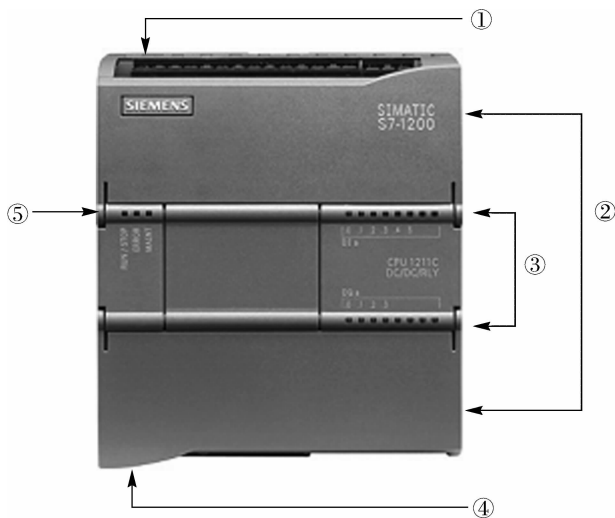

图 1-4 S7-1200 PLC
S7-1200 PLC(见图 1-4)是西门子公司推出的应用较为广泛的产品,其特点是应用方法多样,功能强大,既能满足简单的电气控制需要,又能应用于复杂的自动化控制设备。西门子公司经过多年的改进和积累,在原有 PLC 设备的基础上,使这款 PLC 在用户操作和应用方面有了很大的提高,具有结构简洁、占用空间小、散热方便、布局灵活等特点。在应用上,这款 PLC 可以根据用户的不同需要采用“积木式”的方式选择不同的外接模块,大大拓展了其应用领域,增强了使用的灵活性。
(1)电源部分。如图 1-4 中①所示,电源部分的主要作用是为 PLC 的运行提供电力,其中标有 L1 的导线为相线(火线),标有 N 的导线为中性线(零线),为防止干扰等因素还设有接地线。所接电源的波动应尽量小,防止对 PLC 及外接设备产生电磁冲击和扰动。
(2)可拆卸用户接线连接器。如图 1-4 中②所示,可拆卸用户接线连接器的主要作用是连接用户电缆,以方便用户对 PLC 进行编程、数据写入、数据读出、运行监控。接线前应打开保护盖连接用户电缆,使用时应接线牢固,尽量不要频繁弯折数据线,防止出现断线现象。
(3)PLC 输入/输出(I/O)状态显示灯。如图 1-4 中③所示,PLC 输入/输出状态显示灯的主要作用是显示 PLC 输入口和输出口的运行状态,可以根据其 LED(发光二极管)的亮灭情况判断程序是否符合控制要求,在 PLC 维修和调试过程中也可以方便地判别外围元件的连接和 PLC 的工作是否正常。
(4)PROFINET 连接器。如图 1-4 中④所示,PROFINET 连接器的主要作用是连接相应的控制网络,满足以太网功能、运动控制、分布式自动化、故障安全以及网络安全等方面的应用要求。
(5)状态指示部分。如图 1-4 中⑤所示,状态指示部分用来显示 PLC 运行状态,通过对应 LED 的亮与灭显示 PLC 当前运行、连接等情况,方便操作者或编程者直观地了解 PLC 的运行情况。